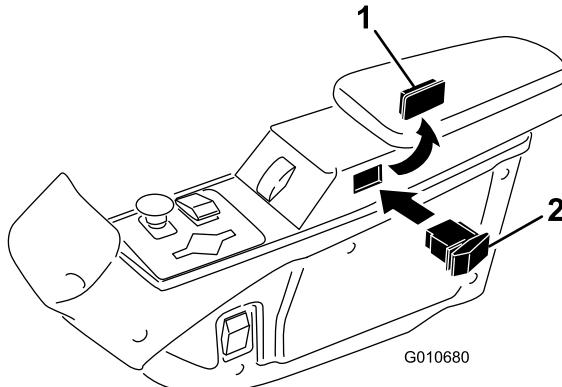

Figura 10
1. Retire o tampão do furo do lado do operador no braço de controlo (Figura 10).
2. Introduza o interruptor no furo (Figura 10). Posicione o interruptor de forma a que se move para a frente para activar.